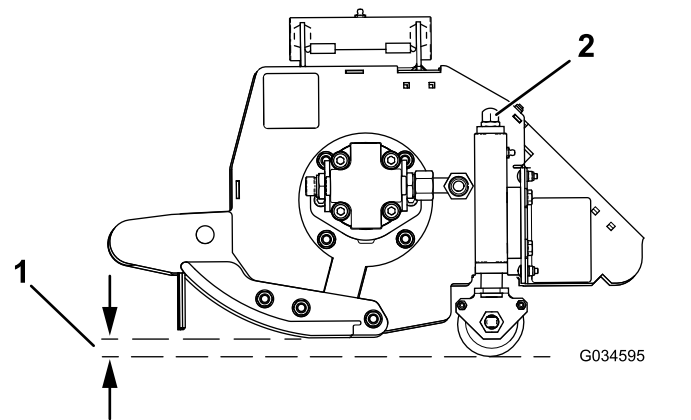

Bild 31
1. Drehen Sie die Stellmutter an beiden Enden nach rechts, um die Schnitthöhe zu verringern, oder nach links, um die Schnitthöhe zu erhöhen (Bild 31).